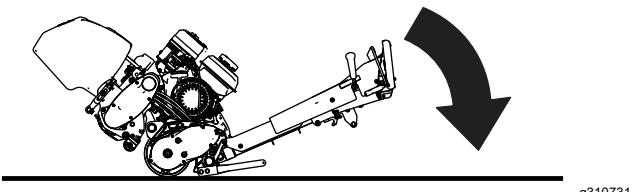

图 12
- 底刀调节螺丝 (2)
- 在滚刀组连接到机器上时将主机把手放低到地面图 12。